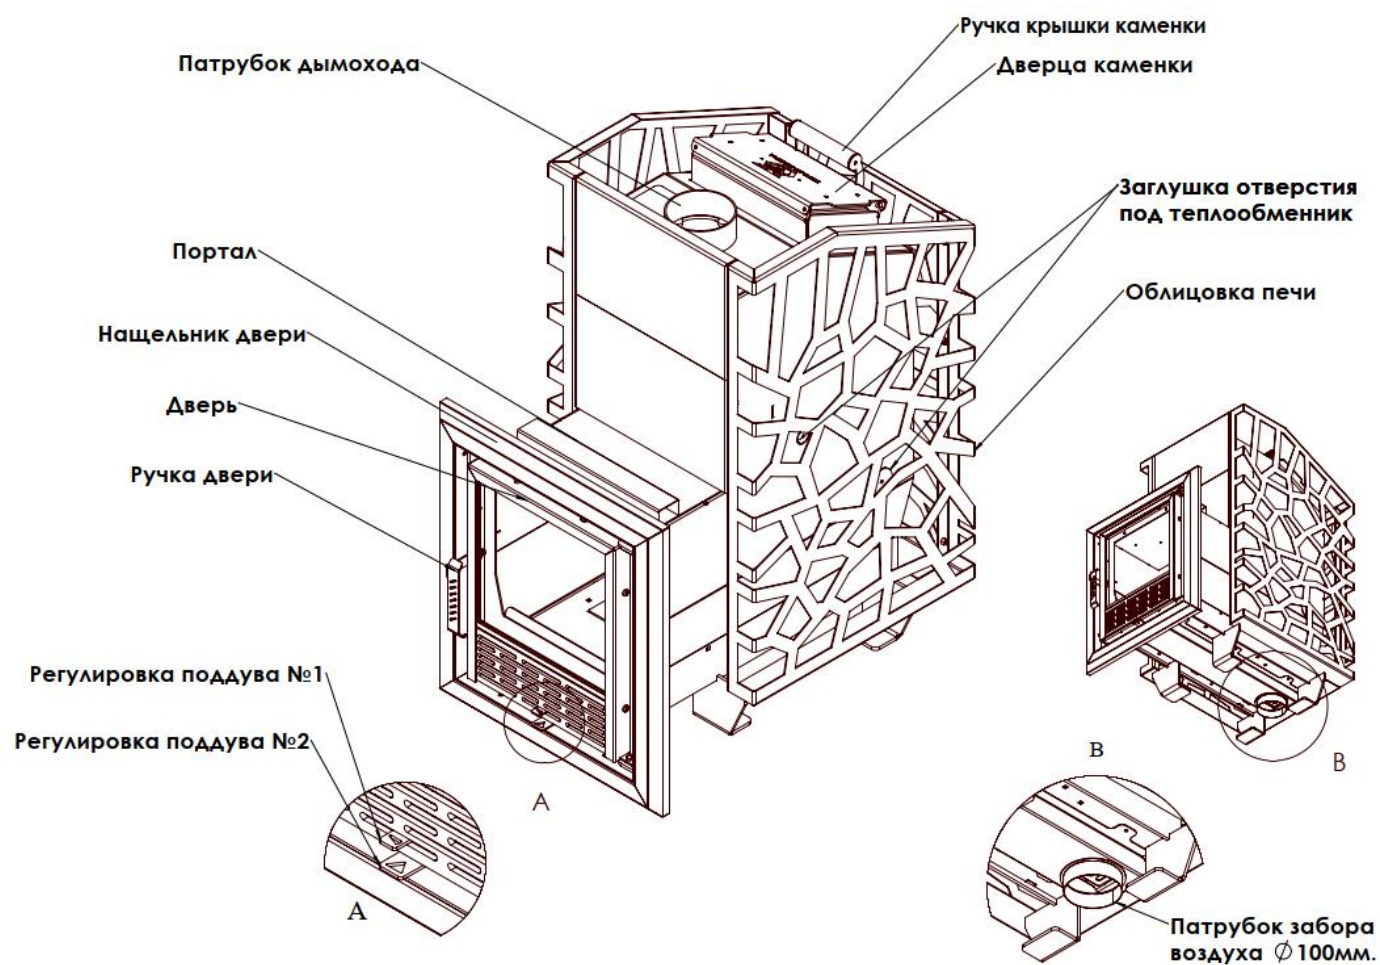

Рис. 1
4. Зажгите щепки и закройте дверцу. Силу тяги можно регулировать путем открытия регулировки поддува 1 (**Рисунок 1**) при подаче кислорода для горения с топочной стороны или с помощью регулировки поддува 2 (**Рисунок 1**) если печь подключена к приточной вентиляции для горения. Печь не предназначена для эксплуатации с открытой дверцей топки.
- Когда помещение сауны уже нагрето, необходимо уменьшить огонь, путем регулировки заслонки 1 или 2 (**Рисунок 1**)